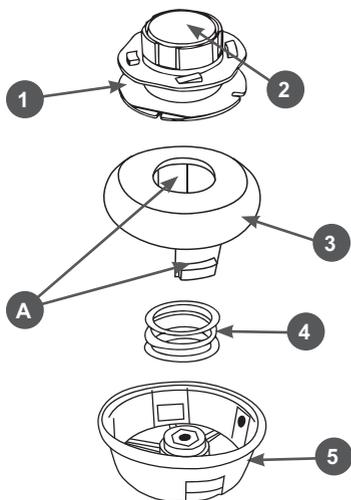
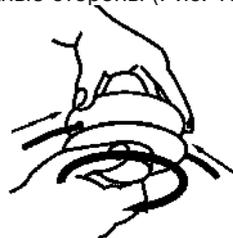

Рис. 12 Конструкция триммерной головки
Рис. 15 Намотка корда
1. Отожмите защелки А и снимите крышку 3, извлеките катушку 1 с гайкой 2 (Рис. 12). Удалите остатки корда с катушки. Соберите триммерную головку обратно.
- Намотайте корд на катушку. Для этого нажмите на гайку 2 (Рис. 12) и вращайте ее по часовой стрелке, как показано на Рис.15 до тех пор, пока не останутся концы длиной примерно 10-15см.